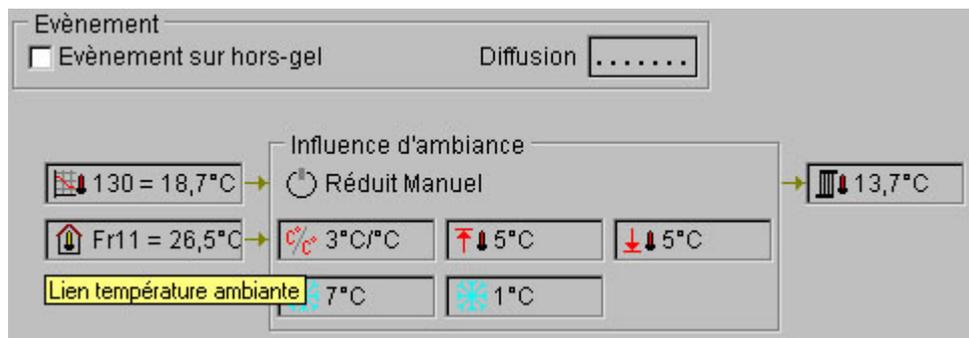

Figure 2.51 : Ressource Influence d'ambiance - lien de température ambiante
- Lien de température ambiante : (voir figure 2.51)